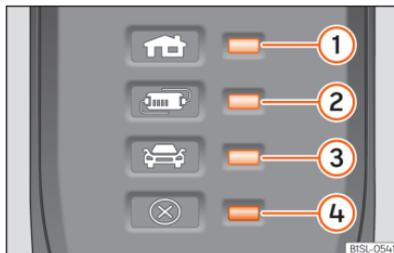

Abb. 66 Am Ladekabel für Netzsteckdosen: Kontrollleuchte in der Schutzeinrichtung.
>>> [Abb. 66]:
Durch die elektronische Schutzeinrichtung >>> [Abb. 66] ist der Ladestecker so lange stromlos, bis er in die Ladedose des Fahrzeugs eingesteckt wird.
Eine oder mehrere Kontrollleuchten >>> [Abb. 66] ①, ② oder ③ leuchten grün.
Hinweis >>> [Abb. 66]	Bedeutung
Hinweis »» [Abb. 66]	Bedeutung
②, ④ blinken	Die Schutzeinrichtung hat sich stark erhitzt.
Wenn der Ladevorgang mit einem geringeren Ladestrom fortgesetzt wird, blinkt abgesehen von der Betriebsanzeige die Warnleuchte »» [Abb. 66] ④ rot.
- Sollte es wieder zu einer Abschaltung oder Verringerung des Ladestroms kommen und die Ursache hierfür nicht mit einer externen Wärmequelle in Verbindung stehen, ist darauf zu achten, welche grüne Kontrollleuchte blinkt »» [Abb. 66]. Zur Überprüfung des Ladekabels ist ein SEAT-Vertragshändler aufzusuchen. Zur Überprüfung der Anschlüsse der Ladeinfrastruktur ist ein Fachunternehmen für Elektroinstallationen aufzusuchen.
Wenn die rote Warnleuchte ④ blinkt oder leuchtet, ohne dass gleichzeitig eine der Kontrollleuchten »» [Abb. 66] ①, ② oder ③ die Betriebsanzeige dauerhaft leuchtet, liegt eine Störung vor.